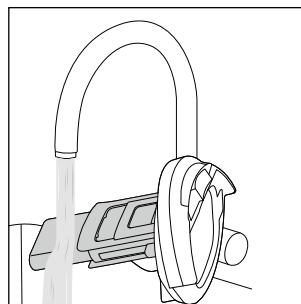

Fig. 25
- ◆ Rengør snavsfilteret **10**, svømmeren **8** og låget til beholderen til snavset vand **9** under rindende, varmt vand (se fig. 25). Brug et mildt rengøringsmiddel ved behov.